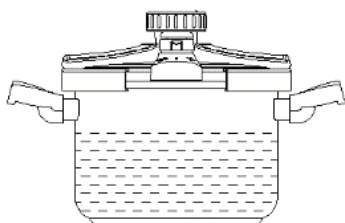

Fig.3
- Menos de 2/3 da altura do fogão para alimentos não expansivos, como carne, vegetais, etc. (Fig. 3)